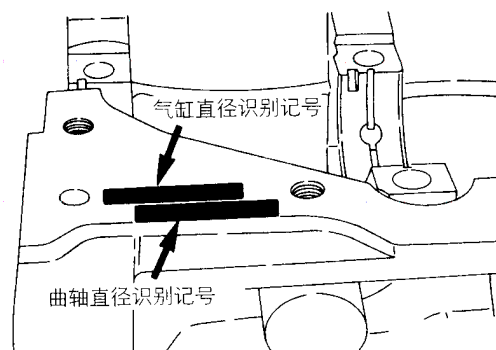
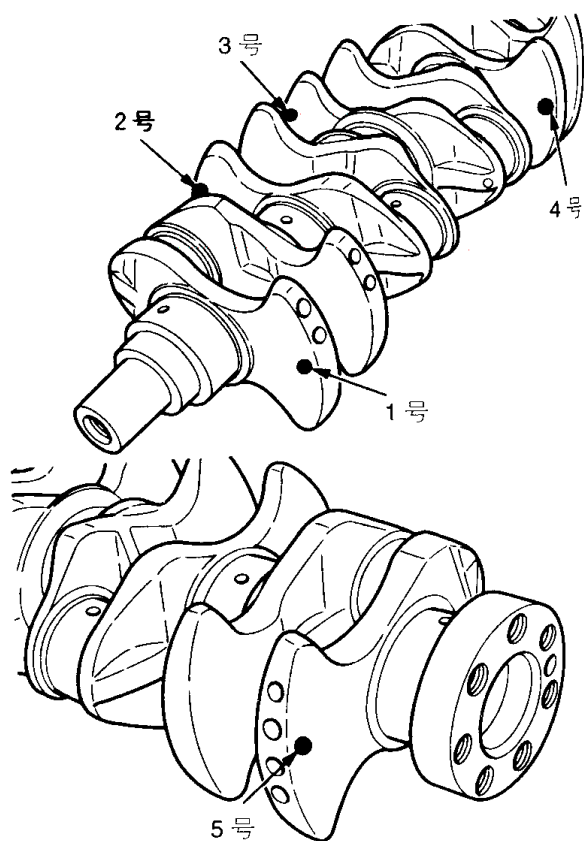

图 2-110 气缸直径和曲轴直径识别记号
图 2-111 主轴颈直径识别颜色位置
- (1) 安装曲轴主轴承上轴瓦、曲轴主轴承下轴瓦和主轴承盖时，如果要更换轴承时，请按照曲轴的识别颜色和刻印在气缸体上的识别记号进行选择 and 安装(见图 2-110、图 2-111 和表 2-7)。